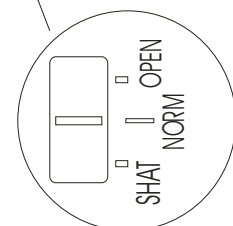

Рис. 5
ВНИМАНИЕ ! Перевод замка в положение «SHUT» (заперто изнутри) возможно осуществить только изнутри и при закрытой двери (рис. 5).
Нажать кнопку "EXIT" (ВЫХОД) и в течении 2-х секунд открыть дверь (рис. 5). Если кнопка "EXIT" удерживается, то замок будет открыт, пока удерживается кнопка, и после отпускания кнопки в течении 2* сек.
3.3. В замке предусмотрен переключатель режимов работы замка (рис. 5).